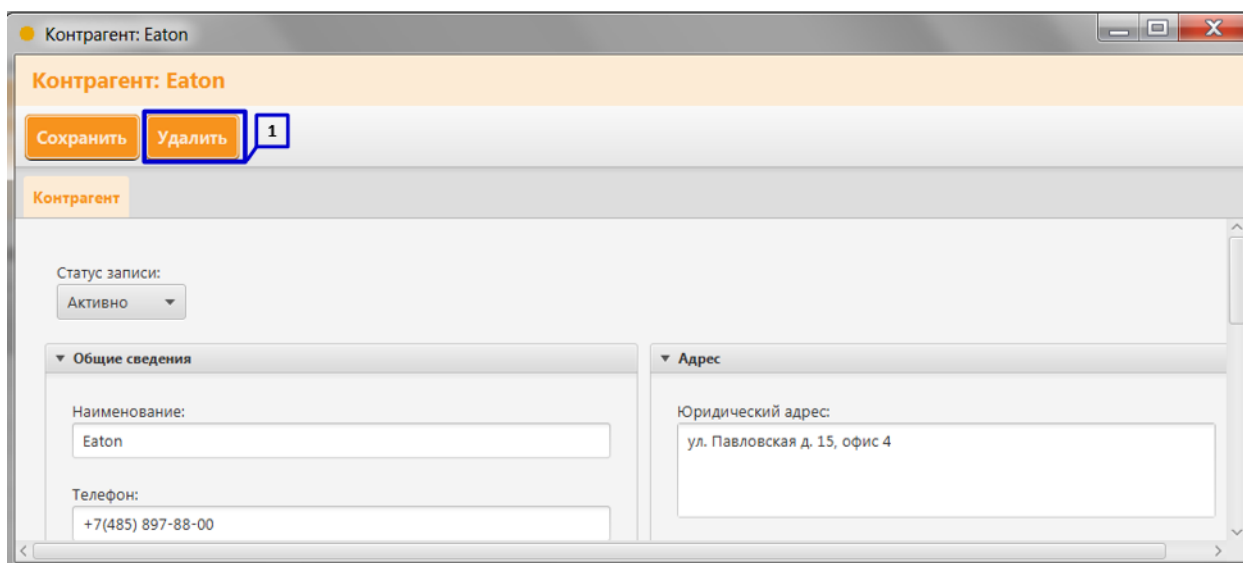

Рисунок 49. Удаление контрагента
12. Для того, чтобы удалить контрагента, откройте карточку контрагента и нажмите клавишу «Удалить» (Рисунок 49 пункт 1).